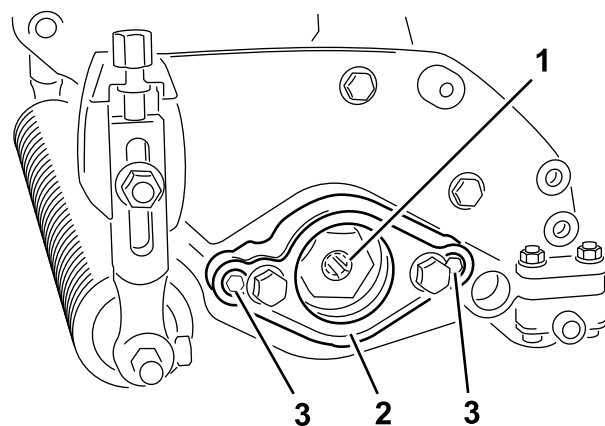

Figure 4
4. Déposez le support du moteur (Figure 4).
5. Appliquez de la graisse à l'intérieur de la cannelure d'entraînement (Figure 4).